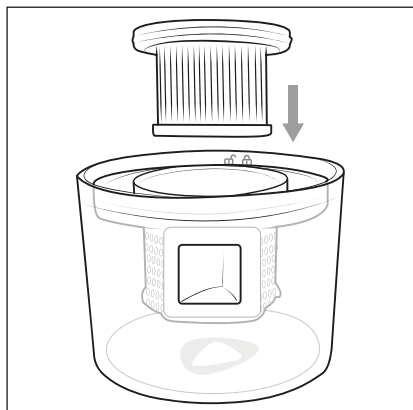

Fig. 8
7) Sæt HEPA-filteret **5** ind i støvfilteret **6** (fig. 8).